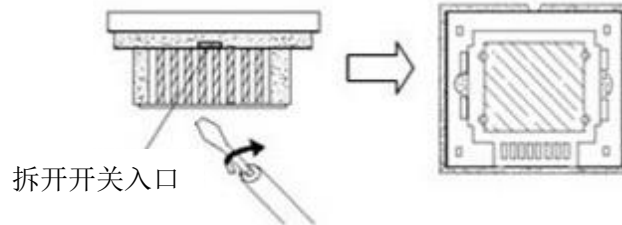

图1
1) 如图1所示，使用“一”字螺丝刀在开关侧面的缺口处轻轻一撬，即可打开面板。